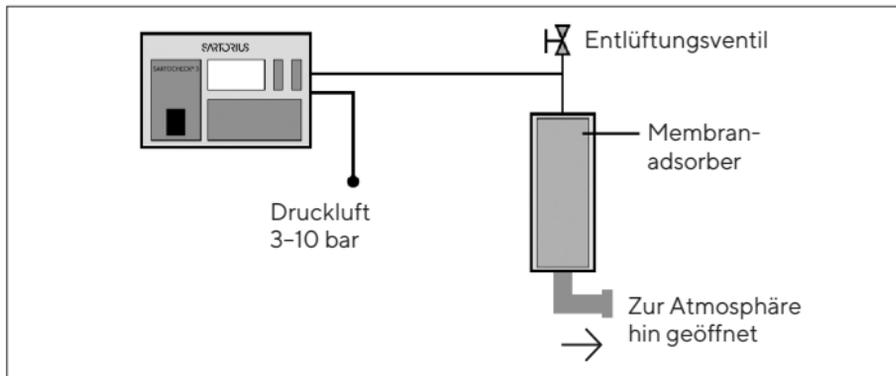

Abb. 8: Konfiguration des Diffusionstests mit Sartochek®.
► Adsorber wie in Abb. 8 gezeigt installieren.